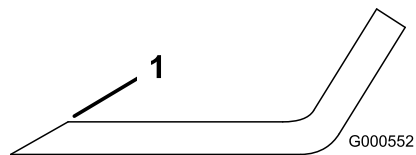

Figure 83
1. Au moyen d'une lime, aigüisez les tranchants aux deux extrémités de la lame (Figure 83).
Remarque: Si la lame est déséquilibrée, limez un peu l'extrémité de l'ailette seulement (Figure 83).